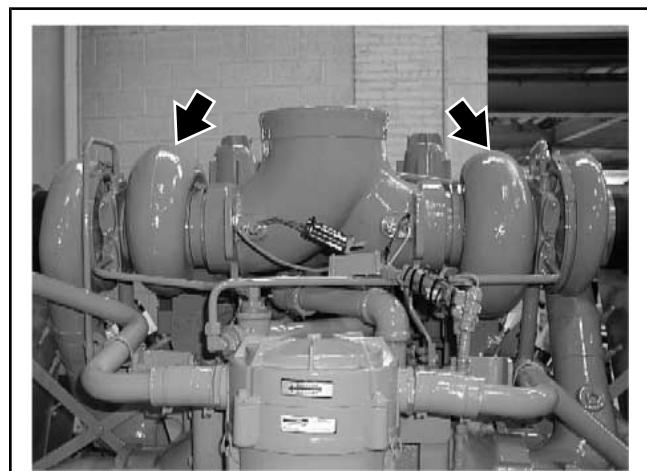

Рисунок 6.05-1: Турбонагнетатели
2. Осмотрите монтаж и соединения турбонагнетателя на наличие утечек масла и воздуха (см. Рисунок 6.05-1).